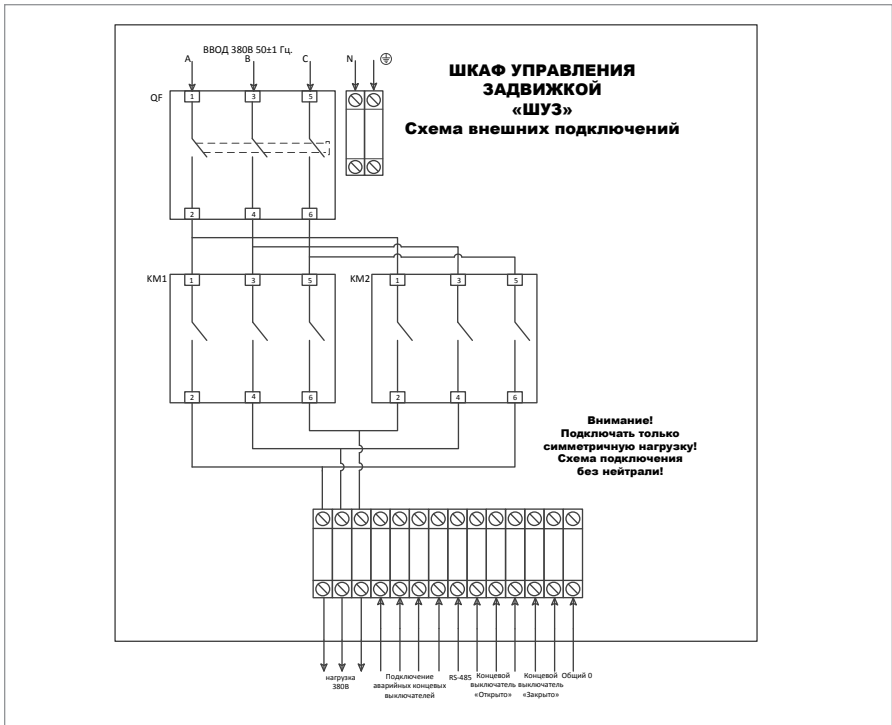

Рисунок 9. Схема внешних подключений к шкафу управления задвижкой «ШУЗ»
2. Подключение соединительных линий выполняйте в соответствии с проектной документацией и схемой на Рисунок 9.
3.3. Подключите к шкафу провода питающего сетевого напряжения, цепи нагрузки, сигнальные провода и контроля состояния согласно схеме электрической (Рисунок 9);